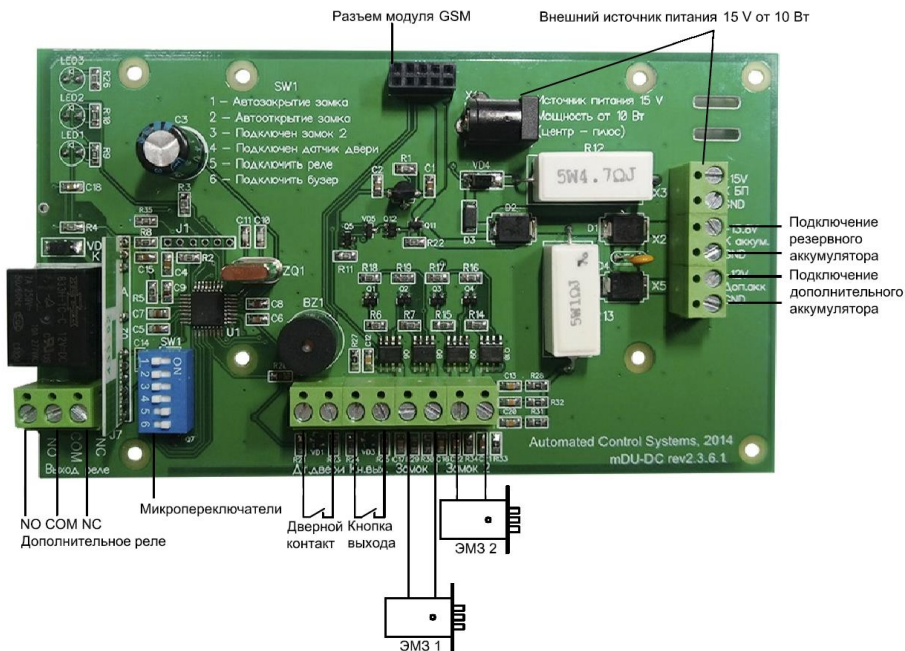

Рисунок 2. Внешний вид платы БУ с описанием внешних подключений
Датчик двери подключается к входу "Дт.двери" (см. п.5.7 и рисунок 2 настоящего руководства).
Кнопка должна быть с нормально-разомкнутыми контактами и подключается к входу "Кн.вых." БУ (см. п.5.7 и рисунок 2 настоящего руководства).
1. В соответствии со схемой подключения (рисунок 2) подключить к БУ датчик положения двери и один или два ЭМЗ.